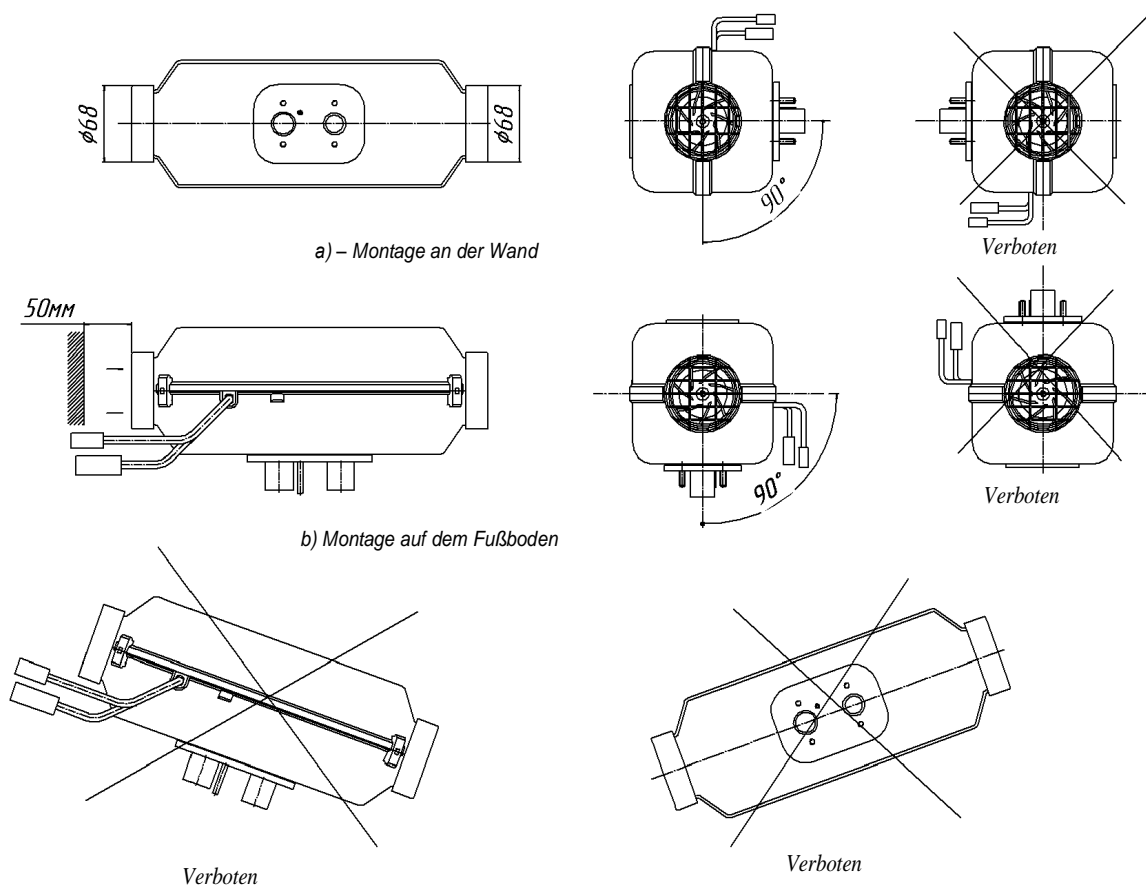
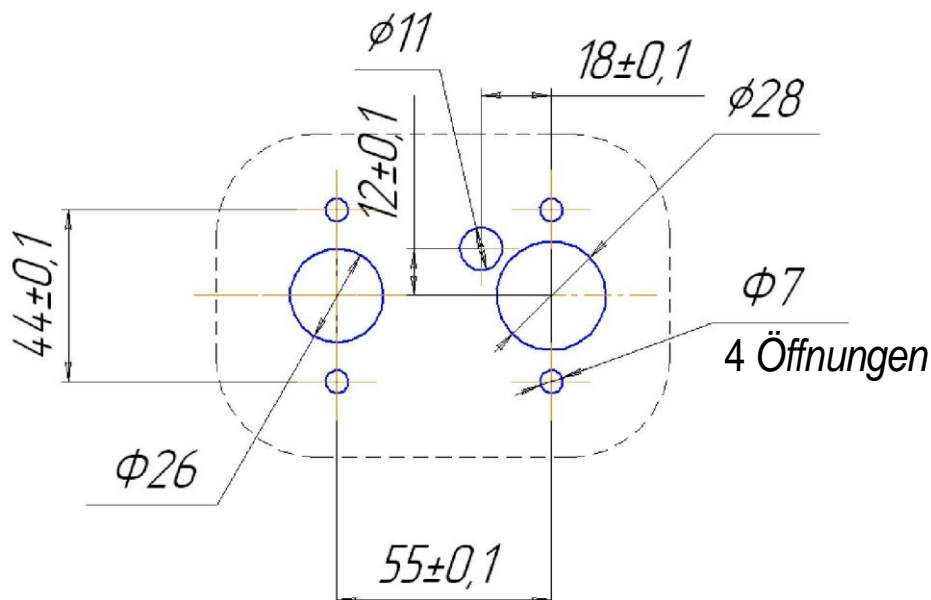

Bild 8.1 – Möglichkeiten der Installation des Brenners
Bild 8.2 – Montageöffnungen für die Installation des Brenners
Der Brenner wird im Innenraum oder in der Kabine des Automobils unter Berücksichtigung auf die zulässige Arbeitsfläche gemäß Bild 8.1 montiert. Bild 8.1 zeigt die zwei Grenzmontageflächen des Brenners. Die Eingangsöffnung des Brenners muss so platziert werden, damit es in standardgemäßen Arbeitsbedingungen nicht zum Ansaugen von Auspuffgasen aus dem Motor des Automobils und der Standheizung kommen kann. Die Entfernung zu den Wänden, Trennwänden zur Frontseite der Eingangsöffnung des Brenners muss wenigstens 50 mm betragen (siehe Bild 8.1). Die Entfernung zu den Wänden, Trennwänden zur Frontseite der Ausgangsöffnung des Brenners muss wenigstens 150 mm betragen. Bei der Montage und Betrieb des Brenners muss mit dem Schutz der Eingangs- und Ausgangsöffnung gegen Eindringen von Fremdgegenständen gerechnet werden. Der Brenner muss unter Berücksichtigung auf die Zugänglichkeit seiner Demontage montiert werden, was im Endergebnis seine schnelle Wartung und Bedienung ermöglicht. Bei der Montage des Brenners darauf achten, dass sein Gehäuse nicht in Kontakt sowohl mit dem Fußboden als auch mit anderen Kabinenteilen oder des bewohnten Abschnitts kommt. Die Öffnungen im Mantel des Automobils, die für die Installation des Brenners notwendig sind, müssen nach Bild 8.2 durchgeführt werden.
**HINWEIS!! Die zuverlässige Tätigkeit der Standheizung hängt von der richtigen Montage des Brenners ab. Der Brenner muss horizontal installiert werden, wie es Bild 8.1 zeigt.**